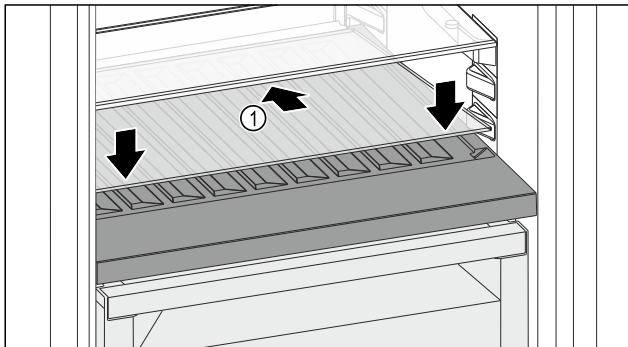

Fig. 80
- Glasplatte Fig. 80 (1) schräg und nach hinten unten geneigt ansetzen.
- Glasplatte Fig. 80 (1) vorne absenken.